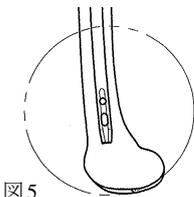

図5
- 1) 側面像でネイルの遠位スクリューホールが真円に投影される様、透視装置の向きを調節します。(図5)